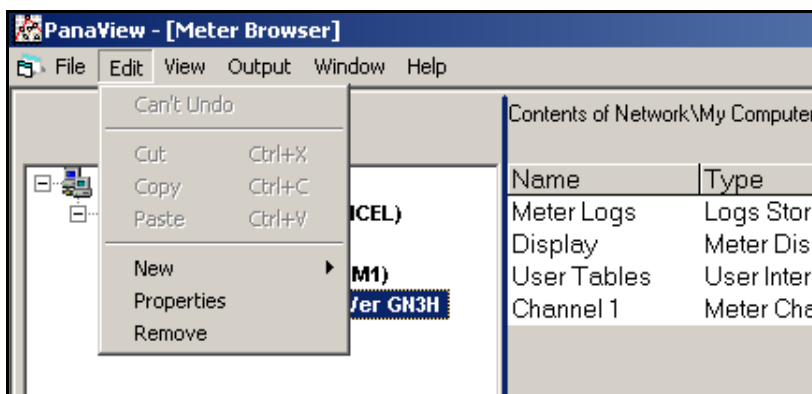

Рис. 26: Опция *Properties* в меню *Edit* (Редактирование данных)
2. Откройте меню *Edit* и выберите пункт *Properties*, как показано на *Рис. 26* внизу.